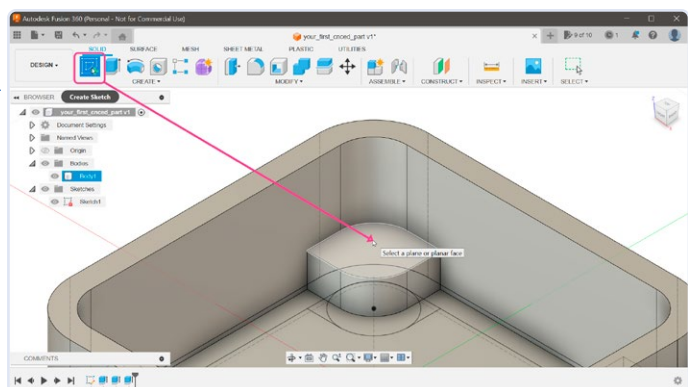

Figure 13. Définition du trou dans le support.
13. Et si ces supports comportaient des trous pour les vis ? Nous avons déjà la position de ces trous (le point central des cercles), mais ils sont dans des positions Z différentes. Les points sont au fond du boîtier, or nous les voulons sur le dessus des supports. Pour déplacer ces points, nous allons créer un nouveau sketch en cliquant sur le bouton **Create Sketch**, et, pour la position de ce sketch, cliquer sur le plan supérieur de l'un des supports (**figure 13**).